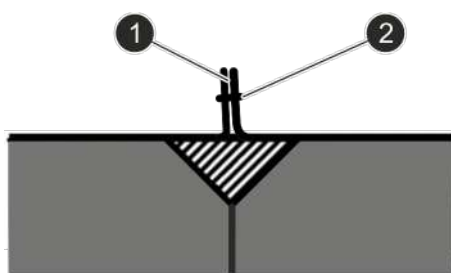

Fig. 29: Perfil en L
5. → Coloque los remaches ciegos (Fig. 29/2) en las aberturas de los dos perfiles en L (Fig. 29/1) y remáchelos con una remachadora.